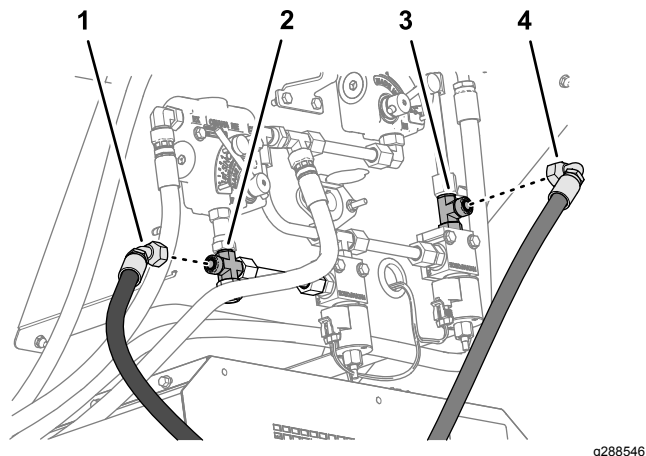
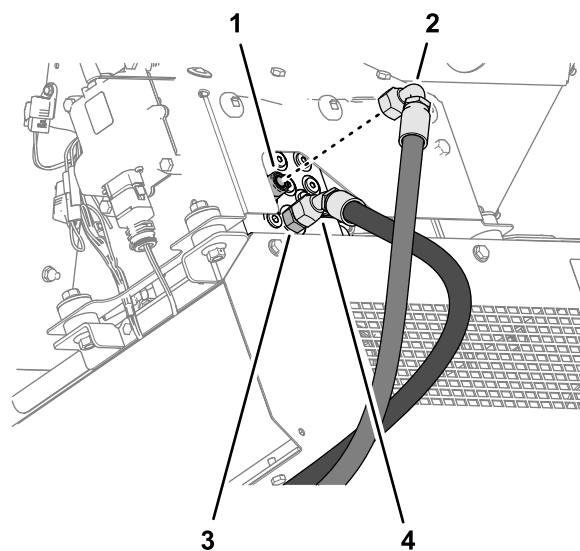

Рисунок 19
Рисунок 21
2. Подсоедините, не затягивая, прямоугольный штуцер возвратного гидравлического шланга (шланга, на котором прикреплена наклейка со стрелкой) к тройнику (Рисунок 19).
3. Подсоедините, не затягивая, 45-градусный штуцер напорного гидравлического шланга к крестообразному штуцеру (Рисунок 19).
2. Подсоедините, не затягивая, 45-градусный штуцер напорного гидравлического шланга к штуцеру в отверстии Р (Рисунок 21).
со стрелкой) к отверстию Т гидравлического коллектора (Рисунок 21).
- Затяните прямоугольный штуцер возвратного гидравлического шланга и 45-градусный штуцер напорного гидравлического шланга; см. Рисунок 19 или Рисунок 21.